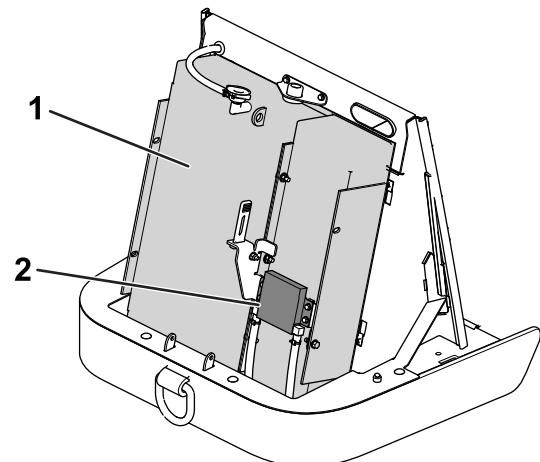

Figura 120
3. Limpie a fondo la zona del radiador/enfriador de combustible con aire comprimido (Figura 120).